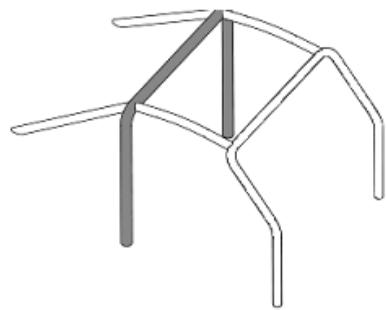

Рис. 14-1
4.11.5 Элементы каркаса (Рис.14-1÷14-3), изготовленного в соответствии требованиям п.253-8 Приложения «J» к МСК ФИА, должны иметь отверстие диаметром 4 мм на прямом участке трубы для контроля толщины стенки. Также должна быть обеспечена возможность свободного доступа к этим отверстиям.
| Холоднотянутая бесшовная труба из углеродистой нелегированной стали с содержанием углерода не более 0,3% и содержанием присадок: не более 1,7% для марганца и 0,6% для других элементов | 45 N/mm ² | 45 x 2,5 (1,75" x 0,095") 2. 50 x 2,0 (2,0" x 0,083") 3. 40 x 2,0 (1,6" x 0,083") для каркасов до 2011 года | Элементы каркаса на рис. 14-1, 14-2, 14-3 Выделены темным цветом |